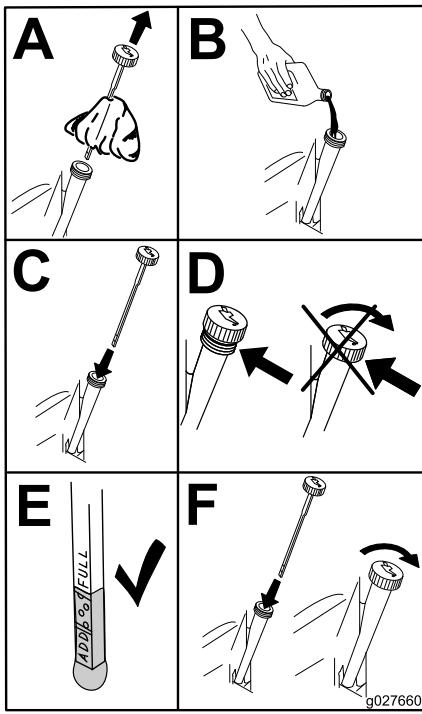

図 39
5. 所定量の 80% 程度のオイルをゆっくり入れ、そこから、残りの量を注意深く足して FULL マークまで入れる図 39。